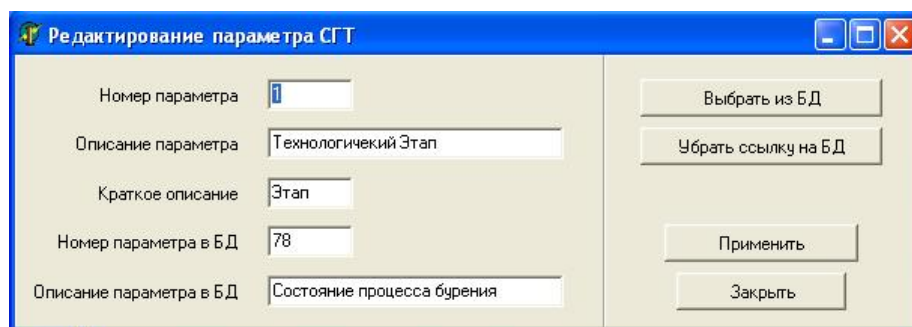
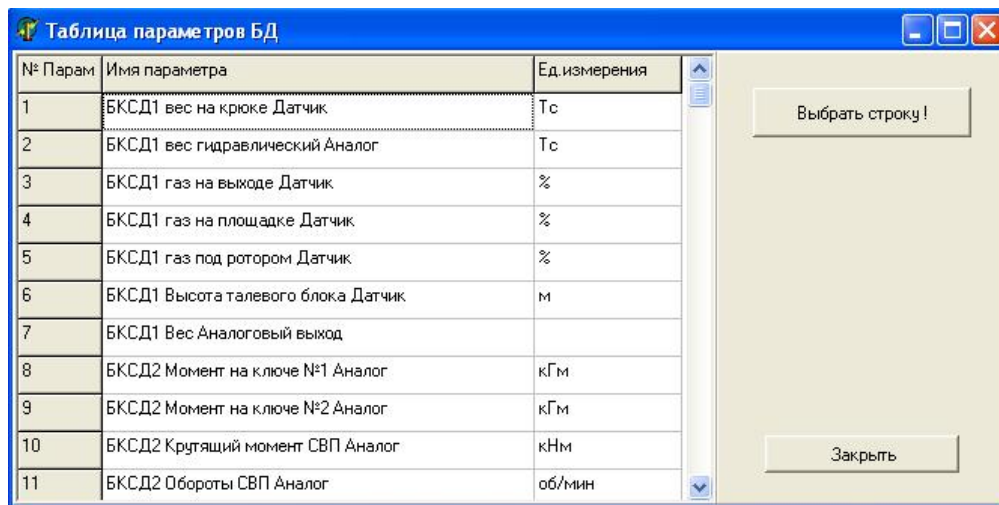

Рисунок 24. Окно «Редактирование параметра СГТ»
Рисунок 25. Окно «Таблица параметров БД». Выбор параметра
- Команда «Редактировать строку № ...» позволяет изменить настройку конкретного параметра. По этой команде на экран выводится окно «Редактирование параметра СГТ» (смотри рисунок 24), которое позволяет выбрать требуемый канал и отредактировать его наименование (смотри ниже).
Опишем подробнее окно «Редактирование параметра СГТ» (смотри рисунок 24). В данном окне пользователь имеет возможность редактировать поля:
1. Команда «**Выбрать из БД**». Эта команда позволяет выбрать параметр БД, который содержит требуемые данные. По этой команде на экране появится окно «Таблица параметров БД» (смотри рисунок 25). Необходимо найти в списке нужный параметр, щёлкнуть по нему мышкой и нажать на кнопку «Выбрать строку». Окно закроется, при этом номер параметра переписывается в окно «Номер параметра в БД» (смотри рисунок 24), а имя параметра переписывается в окно «Описание параметра в БД».